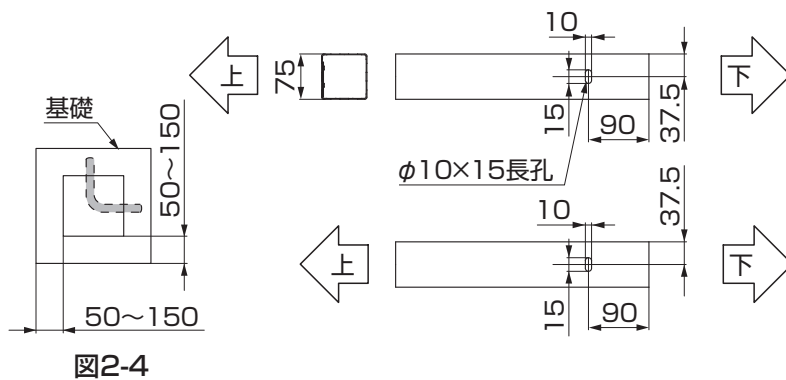

図2-4
- 柱から基礎端部までの距離が50mm～150mmになる場合に実施してください。(図2-4参照)
- 隣り合う2面に加工してください。(図2-4参照)